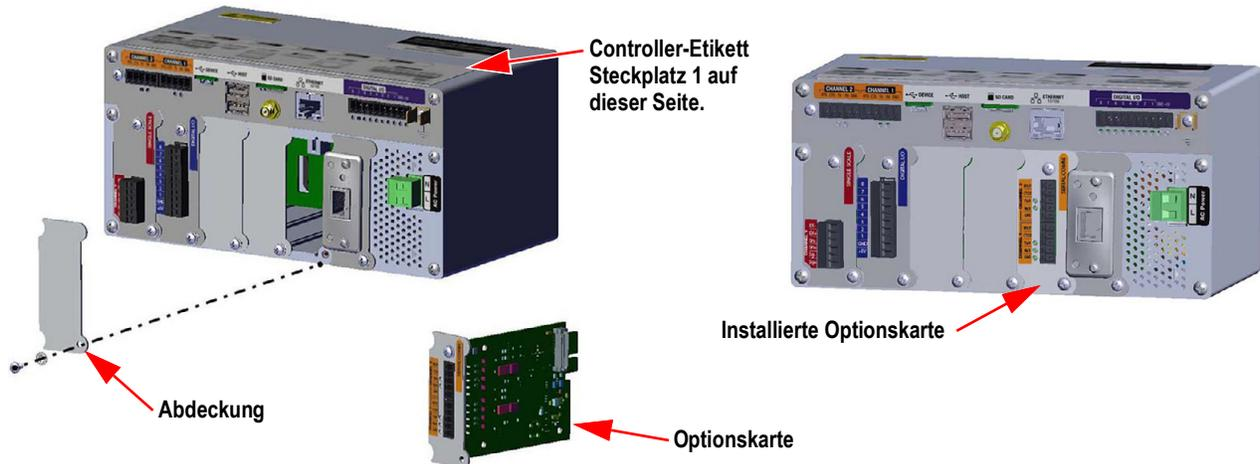

Abbildung 2-24. Installation der Optionskarte
**HINWEIS:** Abbildung 2-24 veranschaulicht die Position des Etiketts.